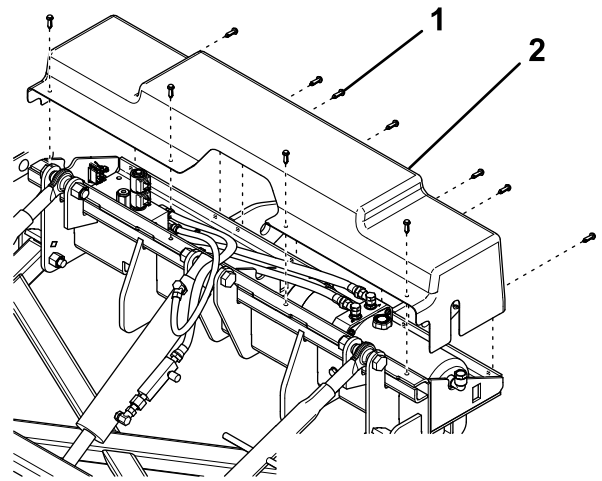

Figure 11
- Fixez le couvercle de l'ensemble coupleur à l'aide de 11 rivets à pression (Figure 11).